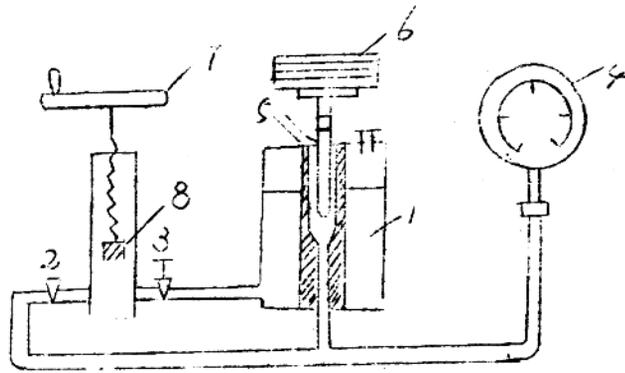

图 2
(2) 与砝码比较的压力计, 如图 2。(图见次页)
(2) 与砝码比较的压力计 (略, 见(-)图 2)